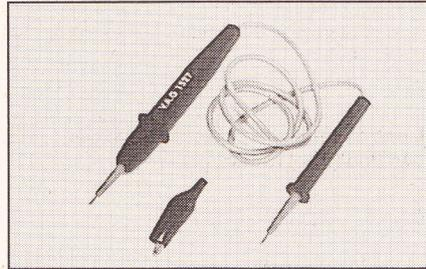

Fig. 4.124
V.A.G 1527 Verificador de tensión por medio de diodos luminosos (Fig. 4.124).